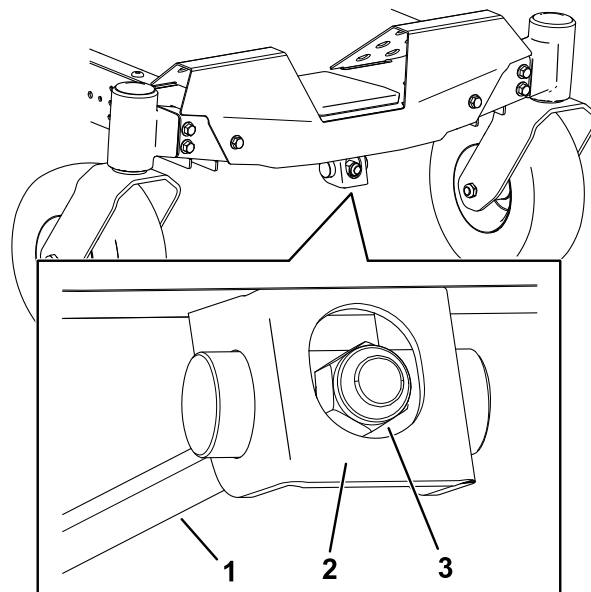

Figuur 67
7. Draai de maaihogteplaat naar een andere opening zodat deze het gewicht van het maaidek ondersteunt nadat u de plaat hebt geïnstalleerd (Figuur 67).
8. Monteer de ring en de R-pen (Figuur 67).